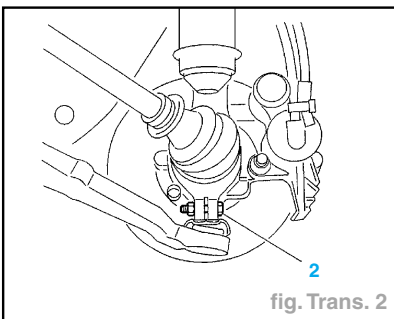

fig. Trans. 2
- Défreiner l'écrou (1).
- Déposer l'écrou (1).
- Déposer la vis (2) (fig. Trans. 2).
- la vis (2) ; serrer à 3,8 daN.m (fig. Trans 2),